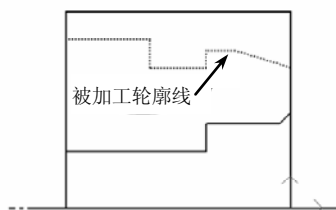
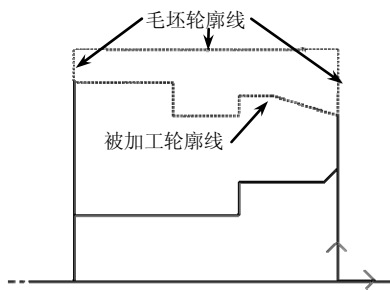

图 6-132 拾取被加工表面轮廓
图 6-133 拾取毛坯轮廓
(2) 拾取加工轮廓 当单击“粗车参数表”对话框中的“确定”按钮后，在状态栏中系统提示拾取被加工工件表面轮廓，单击立即菜单，在其下拉菜单中选取“单个拾取”方式，拾取被加工工件表面轮廓，如图 6-132 所示，然后单击右键结束被加工工件表面轮廓的拾取。系统提示拾取毛坯轮廓，仍然以“单个拾取”方式依次选取如图线段，如图 6-133 所示，然后单击右键结束毛坯轮廓的拾取。